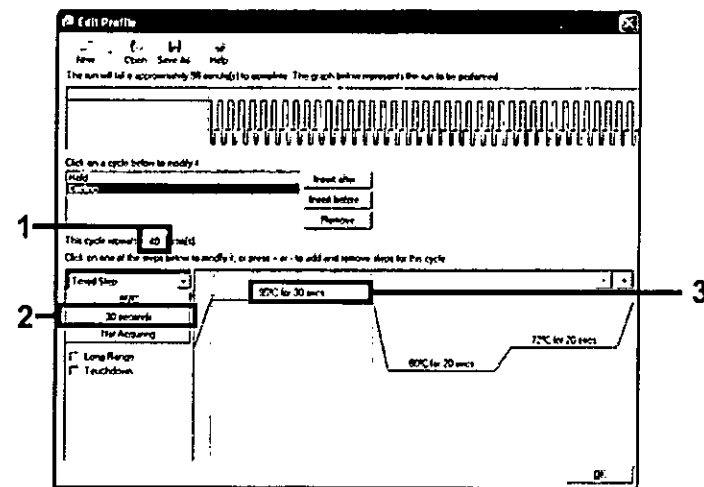

Ilustración 25. Paso de ciclado a 95 °C (1 = Casilla de repeticiones de ciclo, 2 = Ajuste de temperatura de primer paso, 3 = Ajuste de tiempo de primer paso)
8. Cambie el número de repeticiones de ciclo a 40. Seleccione el primer paso y establezca el valor en "95°C for 30 secs" (95 °C para 30 s) (ilustración 25).